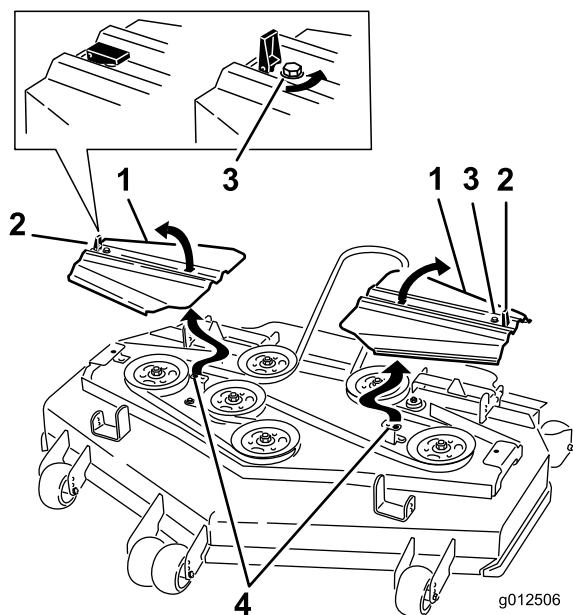

Figura 86
14. Coloque as coberturas da correia com as patilhas nas ranhuras. Instale os parafusos e feche os trincos (Figura 86).